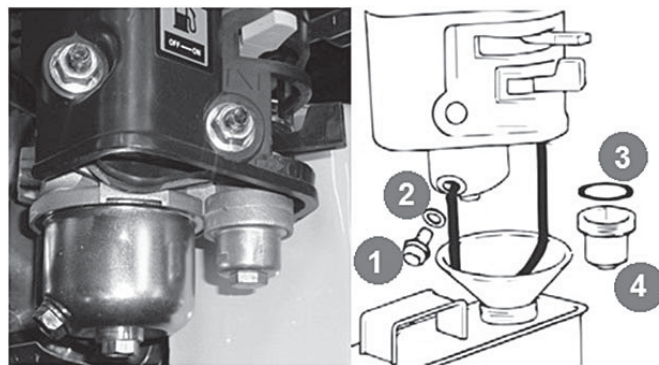

Рис. 23 Обслуживание фильтра-отстойника карбюратора
3. Открутите болт сливного отверстия (1) и слейте топливо из поплавковой камеры карбюратора (Рис. 23).
4. Открутите стакан отстойника (4), вылейте из него топливо в ранее подготовленную емкость.
- Рис. 23: 1. Болт сливной